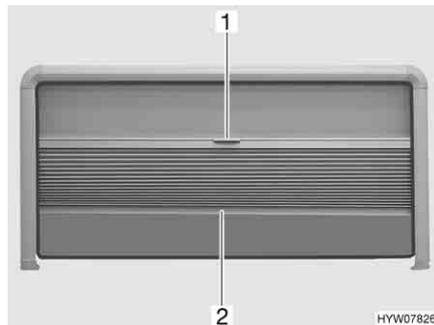

Bild 60 Ausstellfenster
- Die faltverdunklung in der Mitte des abschluss-stabes (Bild 60,2) fassen und vorsichtig nach unten ziehen.
- Den abschluss-stab (Bild 60,2) der faltverdunklung in der mitte halten und die faltverdunklung vorsichtig nach oben schieben.
- Das insektenschutzrollo am griff (Bild 60,1) nach unten ziehen.
- Das insektenschutzrollo am griff (Bild 60,1) ganz nach oben schieben.